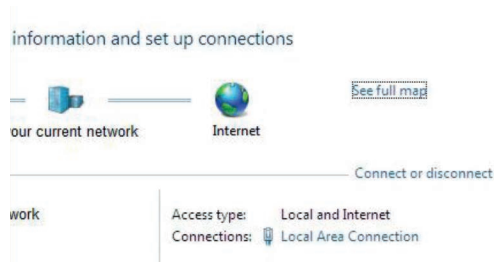
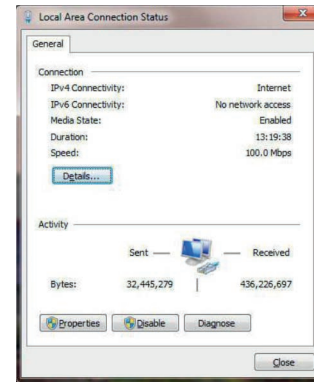

Abb. 22 Ansicht Netzwerkcenter-LAN-Verbindung
Abb. 23 Ansicht Local Area Connection Status
- ▶ Öffnen Sie dazu das Netzwerk und Sharing Center auf ihrem lokalen PC, gehen Sie zur LAN-Verbindung, siehe Abb. 22 und öffnen Sie Details, siehe Abb. 23.